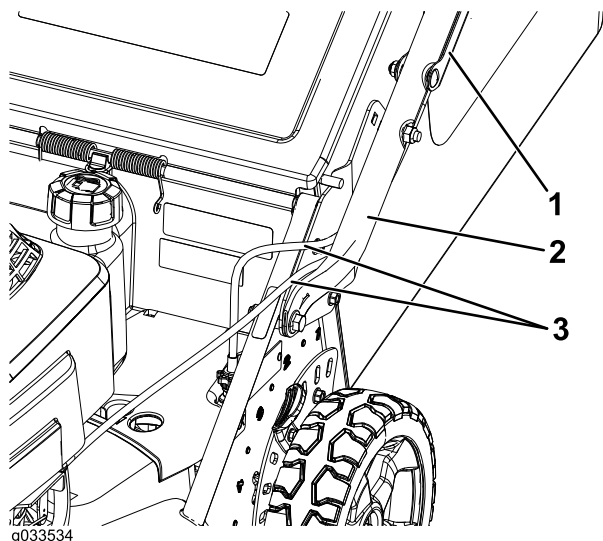

Figura 4
4. Encaminhe os cabos de controlo entre a plataforma e a pega para proteger os cabos de possíveis danos (Figura 4).